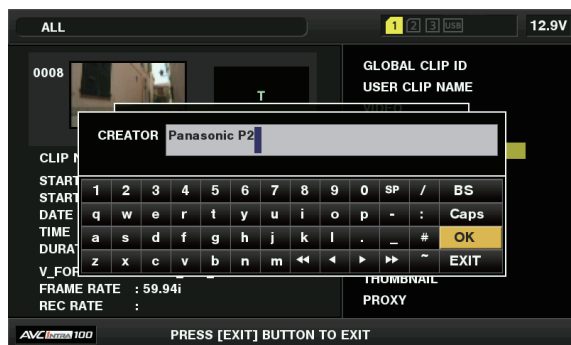

Fig. 2
- La fenêtre d'entrée (clavier logiciel) de modification des métadonnées s'affiche. (Fig. 2)